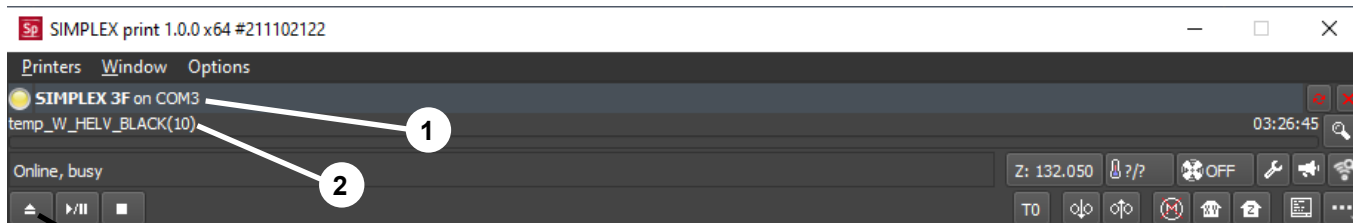

Abb. 67
- ♦ Der SIMPLEX wird in der Statuszeile angezeigt (1, Abb. 67).
- ⇒ G-Code durch Klick auf die Lade-Taste (3, Abb. 67) auswählen und laden.
- ♦ der entsprechende Dateiname wird in der Statuszeile angezeigt (2, Abb. 67).